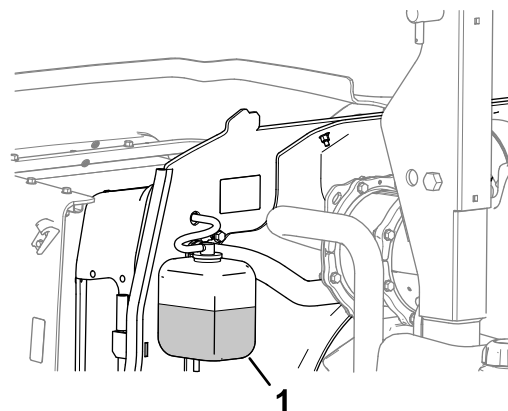

Figura 66
1. Compruebe el nivel de refrigerante en el depósito de expansión (Figura 66).